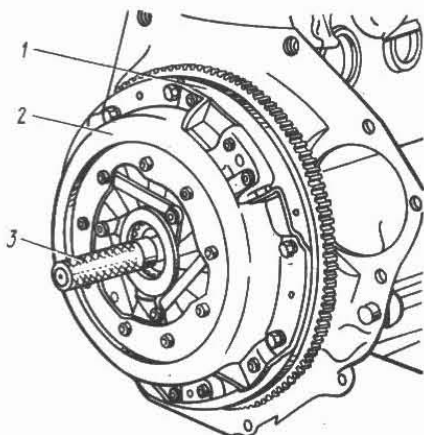

Fig. 3-4. Centrado del disco conducido del embrague con ayuda del mandril A.70081:
- disponga el disco conducido con la parte sobresaliente del cubo con la ranura circular hacia el lado de la caja de velocidades y centre el disco, respecto al cojinete, con el mandril A.70081, el cual simula el extremo estriado del árbol primario de la caja de velocidades (fig. 3-4).